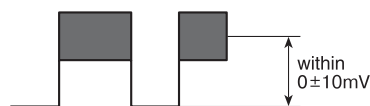

Рис. 8. Осциллограмма контрольного сигнала при регулировке параметра SECAM B-L
- нажать кнопку 6, на экране на мгновение отобразится сообщение «SECAM B-L»; кнопками CH ▲▼ отрегулировать параметр так, чтобы размах сигнала соответствовал осциллограмме (рис. 8);